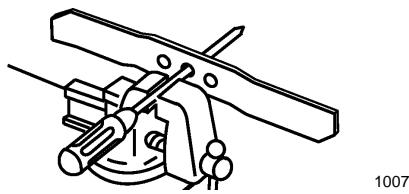

Figure 25
1. Pour vérifier l'équilibrage de la lame, l'enfiler par son orifice central sur un tournevis ou un clou maintenu à l'horizontale dans un étai (Fig. 25).